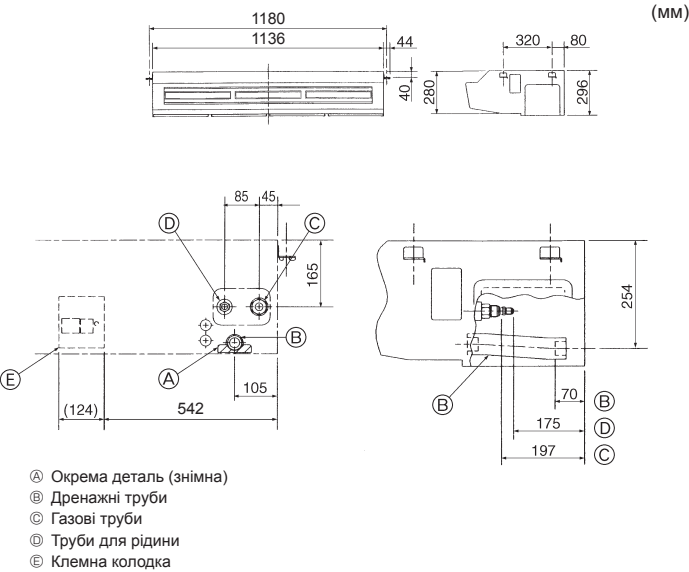

Fig. 3-2
①	Прокладка	4 шт. та 4 шт. (з ізоляцією)
②	Покриття труби	1 шт. великого діаметра (для газових труб)
③	Покриття труби	1 шт. малого діаметра (для рідинних труб)
④	Стрічка	4 шт.
⑤	Дренажний шланг	1 шт.
⑥	Стрічка	2 шт.
⑦	Кришка зливної труби	1 шт.
⑧	Фільтрувальний елемент	12 шт.
3.2. Підготовка до встановлення (Fig. 3-2)